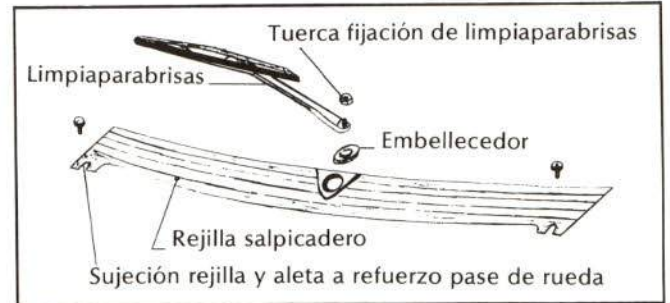

Fig. 21.—Desmontaje de rejilla del salpicadero.
Está compuesta de poliamida (PA) y situada en la parte trasera del capot. Un tornillo la fija en cada uno de sus extremos, conjuntamente con las aletas en sus partes posteriores, a los refuerzos de los pases de rueda (véase fig. 21).